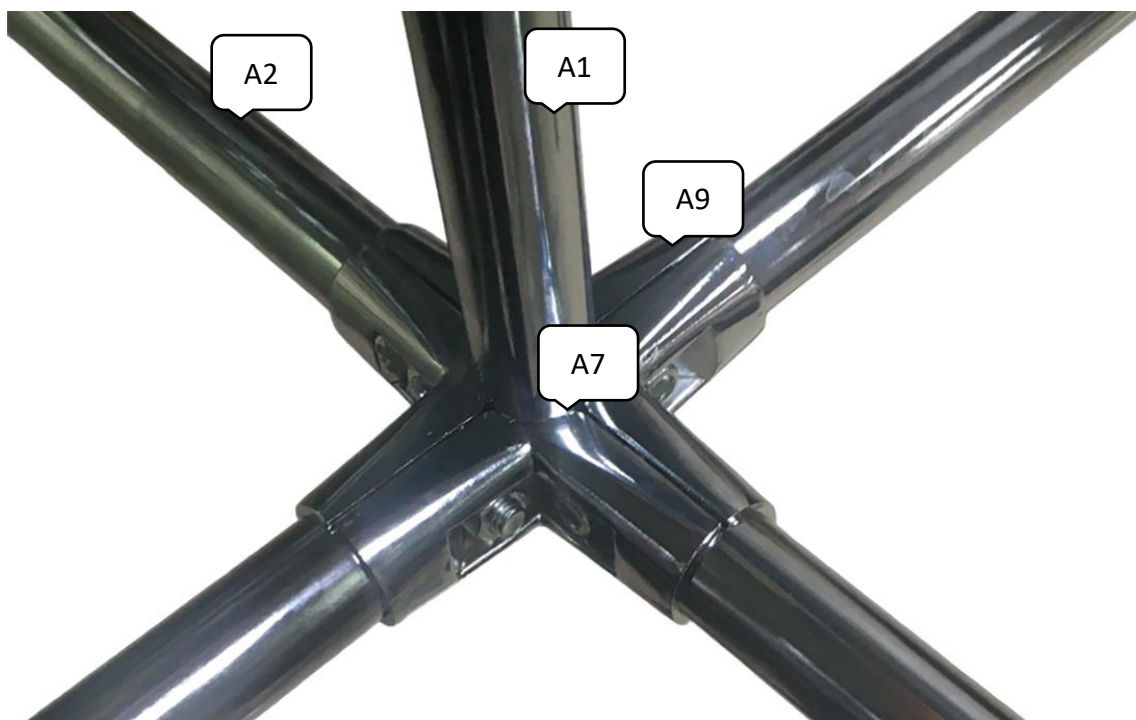

Рис.3
5. Установить и закрепить трубы А2 в соединитель шести труб по краям А9. См.Рис.3.
6. Установить и закрепить с верху соединителя шести труб А9 внутренний соединитель А7 и сверху установить трубу А1. См.Рис.3.